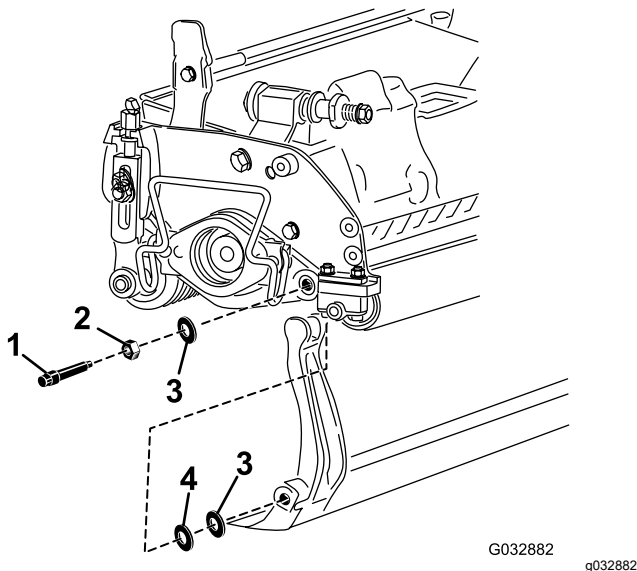

Figura 15
Asigurați-vă că la capătul barei de cadru există 2 aibe din nailon și 1 aibă din oel (Figura 15).
3. Amplasai o aibă din nailon pe fiecare parte a butucului plăcii laterale. Amplasai o aibă din oel în afara fiecărei aibe din nailon (Figura 15).